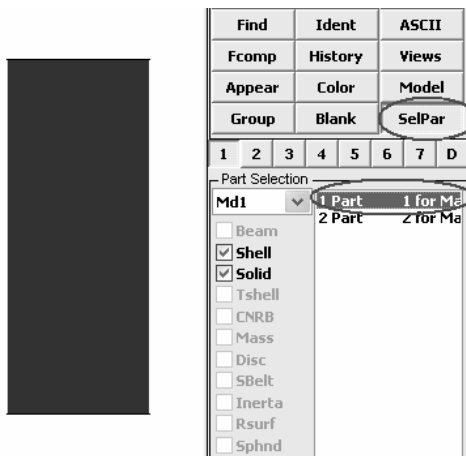

图 7-23 在图形窗口中只显示方管
(4) 如图 7-23 所示，首先单击操作界面右侧的“SelPar”，继续单击“1 Part 1 for Ma”，图形窗口中只显示出方管模型，说明方管的 Part 号为“1”。继续单击“2 Part 2 for Ma”，图形界面中只显示出落锤，说明落锤的 Part 号为“2”。按住“Ctrl”键，并用鼠标左键将“1 Part 1 for Ma”、“2 Part 2 for Ma”一并选中，图形窗口中重新显示落锤和方管，退出“LS-PREPOST”。